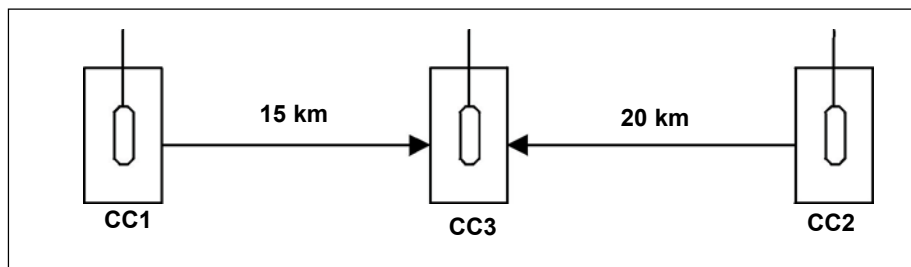

Fig 8-22.
**b. Operação - Exemplo** (Fig 8-22) - O CC1 deseja comunicar-se com o CC2.
(1) Condições: